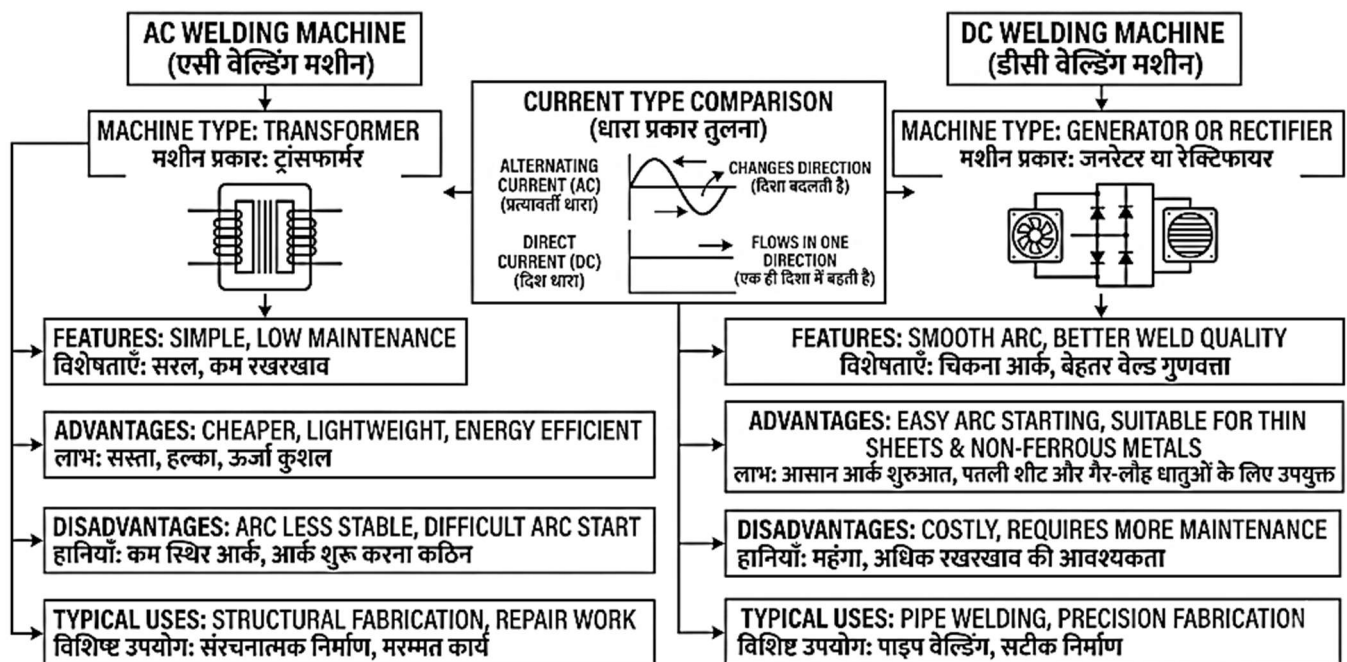

Fig. 2.2: Comparison of AC and DC Welding Machines | ए.सी. एवं डी.सी. वेल्डिंग मशीनों की तुलना
2.2.1 Introduction to AC and DC Welding Machines (Fig. 2.2)
2.2.1 एसी एवं डीसी वेल्डिंग मशीनों का परिचय (Fig. 2.2)